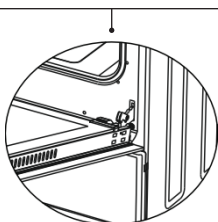

Figura 1.2
3. Proceda à operação de desbloqueio levantando os ganchos com a ajuda de uma chave de fendas (figura 1.2).